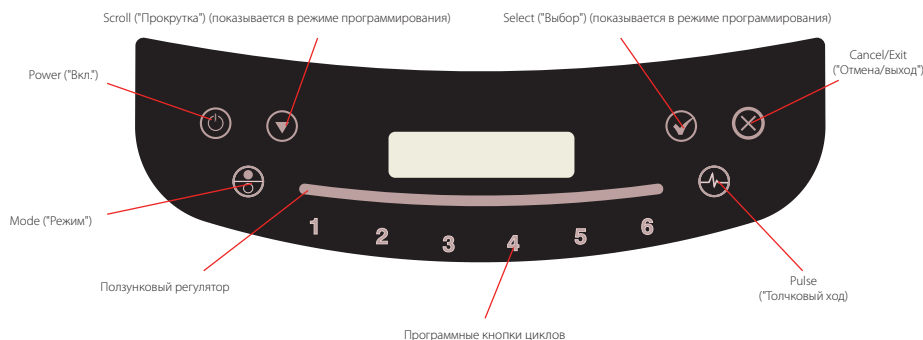

Рис. 7. Панель управления.
- Войдите в автоматический режим, нажав кнопку  для выбора цикла 1–6 на пульте управления (см. рис. 7). На экране появится информация о текущем профиле. (Указания по выбору другого профиля см. в разделе 5.4.1).